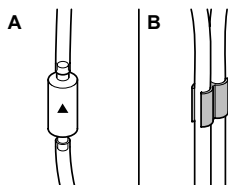

Abb. 2
Preste atención a que la flecha en la válvula de retención de la manguera de aire señala en el sentido del flujo (esto es al aireador) (Fig. 2/A).
3. Conecte la manguera de aire con el cable de red. Utilice para ello los clips de cable suministrados (Fig. 2/B).
2. Una los empalmes de manguera de la nueva válvula de retención con la manguera de aire. Preste atención a que la flecha en la válvula de retención de la manguera de aire señala en sentido del flujo (esto es al aireador) (Fig. 2/A).